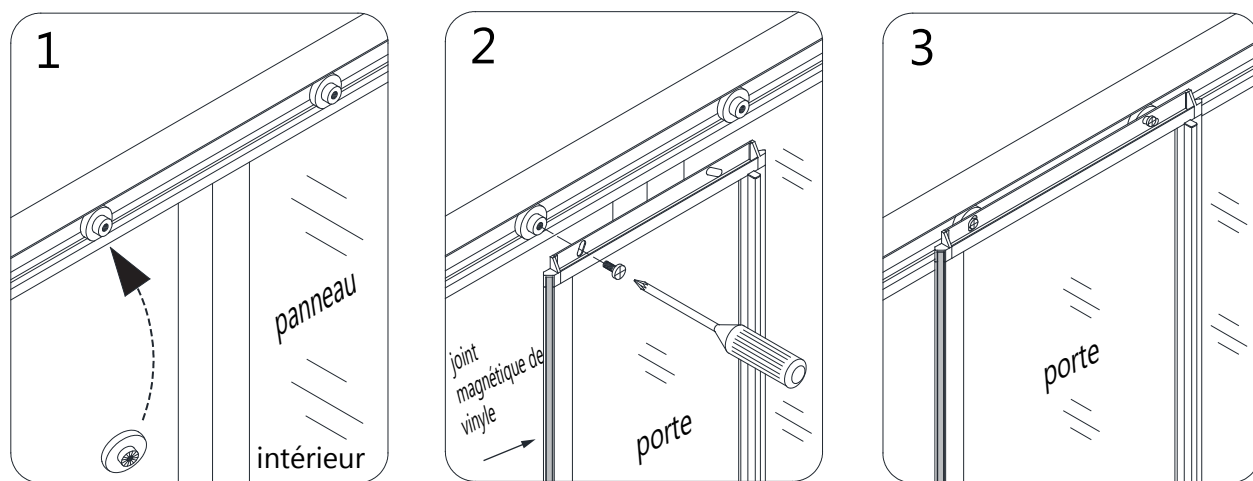
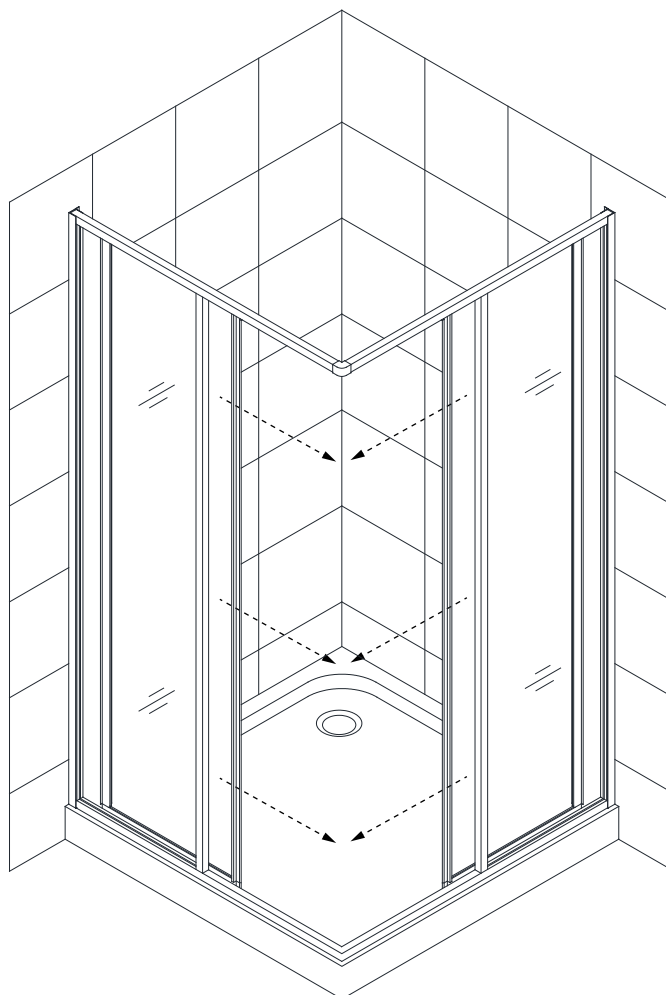

Fig 5a
Fig 5b
5. Insérez les **Galets de Roulement (N° 11)** dans la rainure du **Rail du Haut**, puis fixez la **Porte Vitrée (N° 03)** aux **Galets de Roulement (N° 11)** avec des **Boulons M5X8 (N° 10)**. Répétez cette procédure pour fixer la **Porte Vitrée (N° 03)** aux **Galets de Roulement (N° 11)** dans le Rail du Bas. Assurez-vous d'installer les portes de sorte que les joints magnétiques de vinyle se rencontrent dans le coin. **(Voir l'Étape 6 pour plus de détails sur le réglage des galets.) (Fig 5a and Fig 5b)**